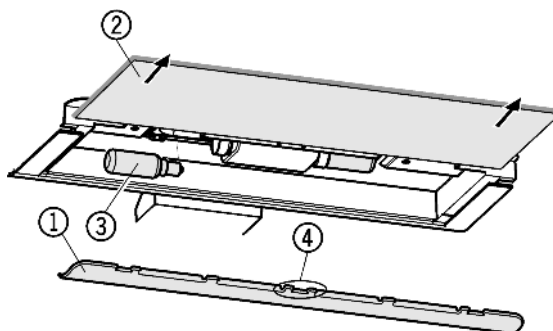

Fig. 23
- ▶ Scherm Fig. 23 (1) afnemen: neem het scherm met de vingers vast en klik los.
- ▶ Glasplaat Fig. 23 (2) uitnemen.
- ▶ Vervang de gloeilamp Fig. 23 (3).
- ▶ Scherm weer opsteken: rechts en links vastklikken, waarbij u ervoor zorgt dat de haak Fig. 23 (4) in het midden over de glasplaat komt.